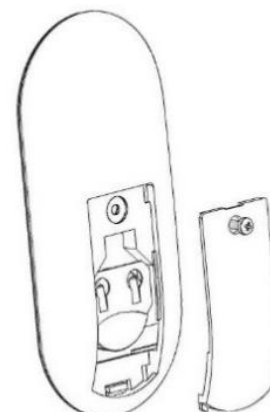

Fig. 5c
3. **Para acceder a la pila, retire la tapa del compartimiento de la pila ubicada en la parte posterior del mando de distancia (Fig. 5c)**